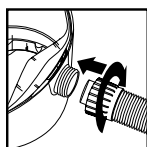

FIGURA 25
34. Vuelva a insertar la manguera dentro de la entrada y ajuste la tuerca de fijación. **FIGURA 25.**